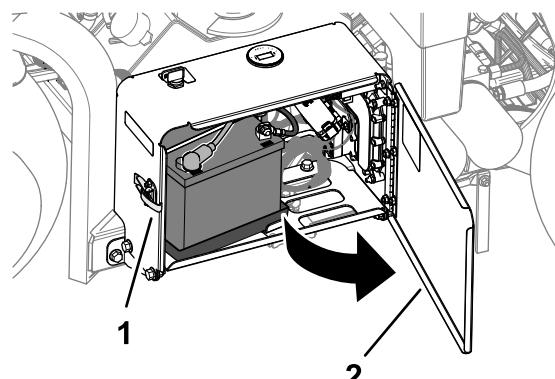

図 158
1. ラッチを外し、バッテリーコンパートメントのドアを開く図 158。